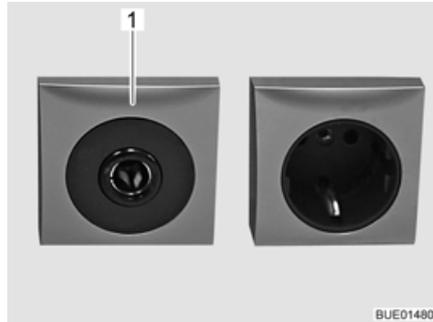

Bild 136 Steckdose 12 V/10 A
- ▷ An die Steckdosen (Bild 136,1) des 12-V-Bordnetzes nur Geräte mit maximal 10 A anschließen.